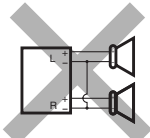
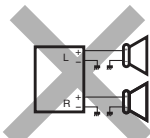
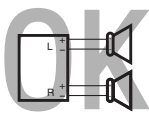

Fig. 1
Fig. 2
Fig. 3
- **If the speaker wiring in your car is as illustrated in Fig. 1 and Fig. 2 below, DO NOT** connect the unit using that original speaker wiring. If you do, the unit will be seriously damaged. Redo the speaker wiring so that you can connect the unit to the speakers as illustrated in Fig. 3.
- **If the speaker wiring in your car is as illustrated in Fig. 3,** you can connect the unit using the original speaker wiring in your car.
- **Si el conexionado de altavoz de su automóvil es como se indica en las Figs. 1 y 2 de abajo, NO** conecte la unidad utilizando ese conexionado de altavoz original. Si lo hace, se producirán daños graves en la unidad. Vuelva a efectuar el conexionado de altavoz de manera que pueda conectar la unidad a los altavoces de la manera indicada en la Fig.3.
- **Si el conexionado de altavoz de su automóvil es como se indica en la Fig. 3,** podrá conectar la unidad utilizando el conexionado de altavoz original de su automóvil.
- **Si le câblage des enceintes de votre voiture est réalisé comme montré sur la Fig. 1 ou Fig. 2 ci-dessous, NE CONNECTEZ PAS** l'appareil en utilisant ce câblage original d'enceintes. Si vous le faites, l'appareil sera sérieusement endommagé. Recommencez le câblage des enceintes de façon que vous puissiez connecter l'appareil aux enceintes comme montré sur la Fig. 3.
- **Si le câblage des enceintes de votre voiture est comme montré sur la Fig. 3,** vous pouvez connecter l'appareil en utilisant ce câblage original d'enceintes pour votre voiture.